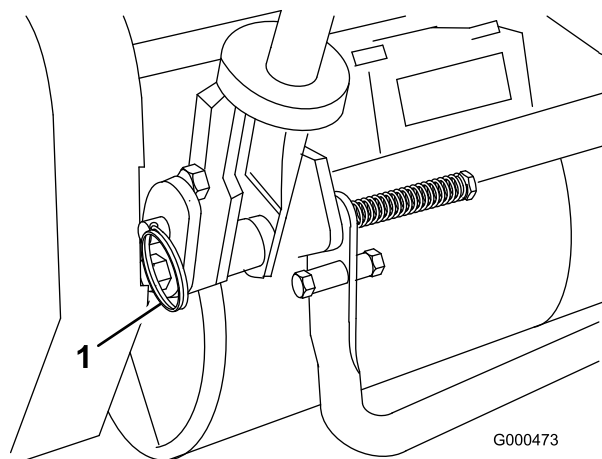

Figure 12
- Retirez les goupilles fendues des axes de chape de chaque côté de la tondeuse (Figure 12).
- Soutenez le guidon et retirez les axes de chape de chaque côté pour monter ou descendre le guidon à la hauteur voulue (Figure 12).